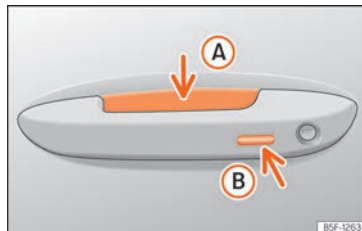

Fig. 90 Manecilla de la puerta: superficies sensoras
»» **fig. 90**
sensora »» fig. 90 A (flecha) de la manecilla y se desbloquea el vehículo.
- Toque una vez la superficie sensora de bloqueo »» fig. 90 B (flecha) de la manecilla de una de las puertas delanteras. La puerta cuya manecilla se acciona deberá estar cerrada.
- Toque una vez la superficie sensora »» fig. 90 B (flecha) de la manecilla de una de las puertas delanteras. El vehículo se bloquea con el sistema de seguridad "Safe" »» pág. 117. La puerta cuya manecilla se acciona deberá estar cerrada.
- Toque dos veces la superficie sensora »» fig. 90 B (flecha) de la manecilla de una de las puertas delanteras para bloquear el vehículo sin activar el sistema de seguridad "Safe" »» pág. 117.
conductor » » fig. 90 B. No agarre la manecilla de la puerta, de lo contrario el vehículo no se bloqueará. También es posible llevar a cabo la desactivación si se bloquea el vehículo a través de la cerradura de la puerta del conductor.
Para **cerrar con la función de confort** todas las ventanillas eléctricas y el techo de cristal, mantenga un dedo durante unos segundos sobre la superficie sensora de bloqueo » » fig. 90 B (flecha) de la manecilla de la puerta hasta que se hayan cerrado las ventanillas y el techo.
Las superficies sensoras de las manecillas de las puertas podrían activarse al recibir un chorro de agua o de vapor a gran presión en el caso de que hubiera alguna llave del vehículo válida en la zona próxima. Si al menos una de las ventanillas con elevulunas eléctrico está abierta y se activa la superficie sensora » » fig. 90 B (flecha) de una de las manecillas de forma permanente, se cerrarán todas las ventanillas.